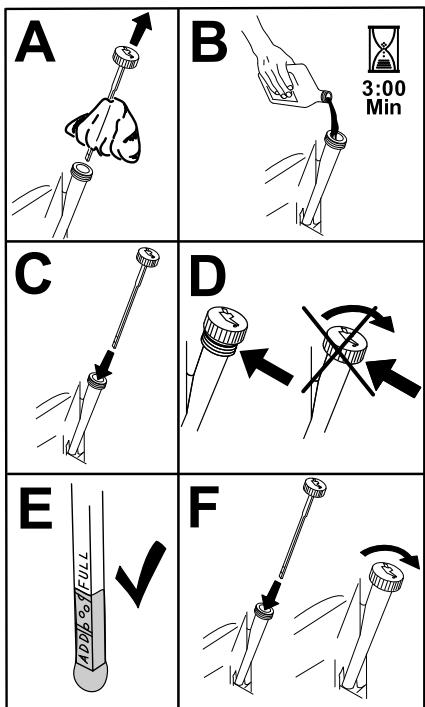

Figure 50
- Vierta lentamente un 80% aproximadamente del aceite especificado por el tubo de llenado, luego añada lentamente el resto del aceite hasta que llegue a la marca de Lleno (Figure 50).